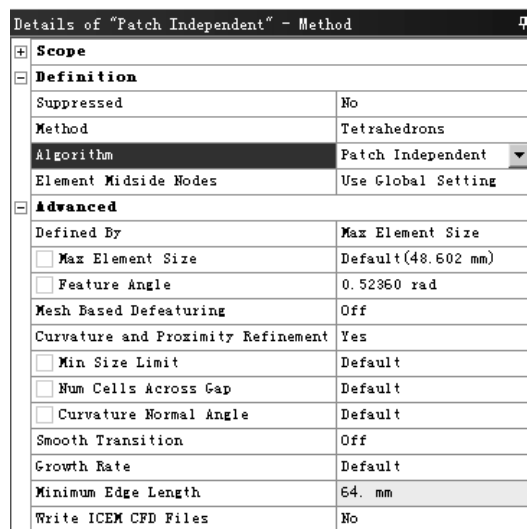

图 5.1.3 “Details of ‘Patch Independent’ -Method” 对话框
(1) 协调分片算法 (Path Conforming)。该方法基于 TGrid 算法，先生成面网格，然后生成体网格。
- ◆ 选用协调分片算法的方法：在图 5.1.3 所示的“Details of ‘Patch Independent’ -Method”对话框中 **Definition** 区域的 **Method** 下拉列表中选择 **Tetrahedrons** 选项，在 **Algorithm** 下拉列表中选择 **Patch Independent** 选项。